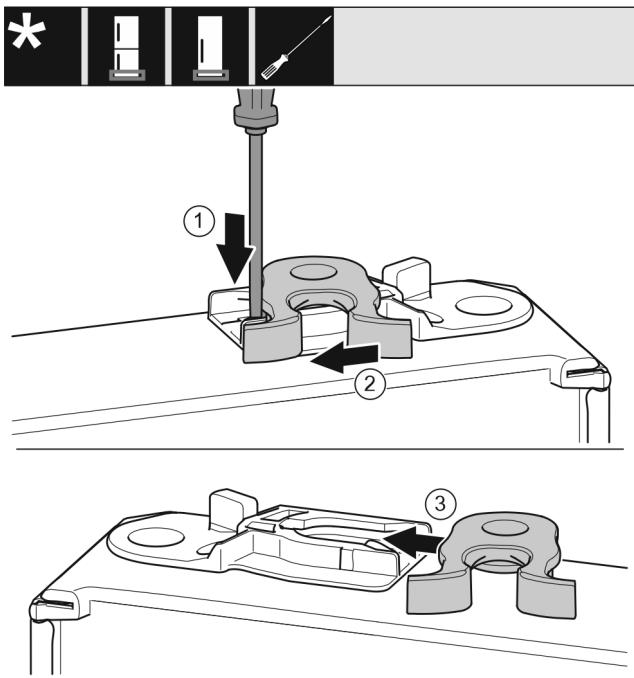

Fig. 27
- ▶ Ravnim odvijačem pritisnite jezičac prema dolje. Fig. 27 (1)
- ▶ Izvucite kuku za zatvaranje iz vodilice. Fig. 27 (2)
- ▶ Gurnite kuku za zatvaranje na drugoj strani u vodilicu. Fig. 27 (3)